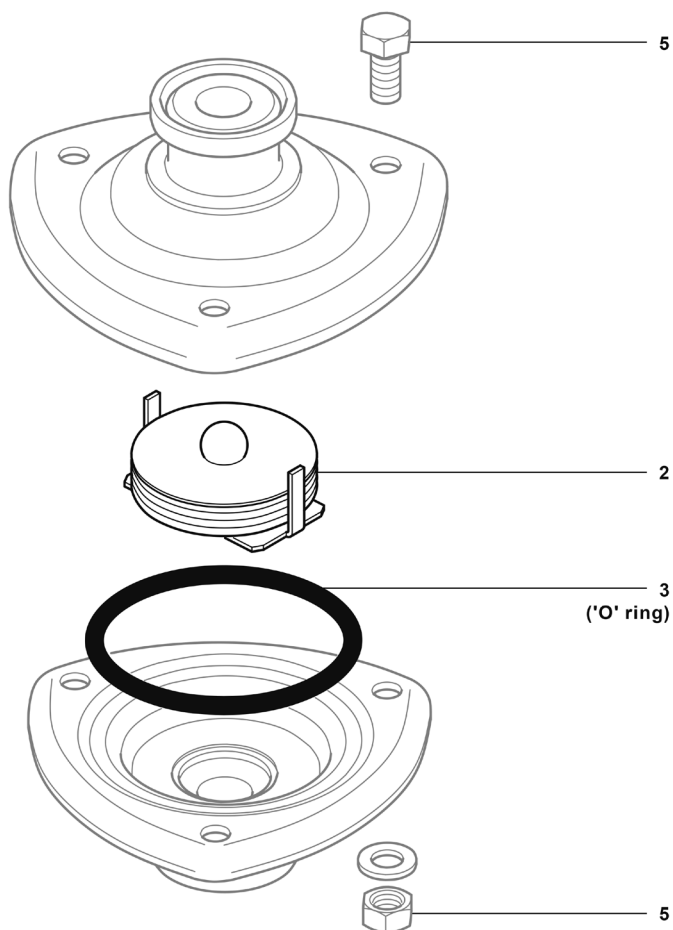

Fig. 2
- È quindi possibile lo smontaggio del semicorpo di uscita con la connessione terminale, la guarnizione e la sede di scarico per la pulizia od eventuale sostituzione. Assicurarsi che nel rimontaggio la capsula venga posizionata correttamente come indicato in Fig. 2.